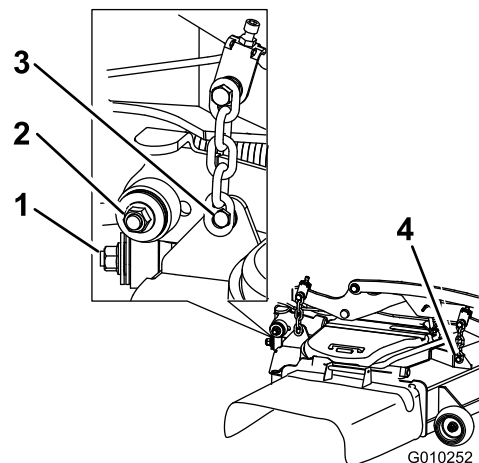

Figura 120
7. Retire y guarde los herrajes de ambos lados de la carcasa, según se muestra en Figura 120.